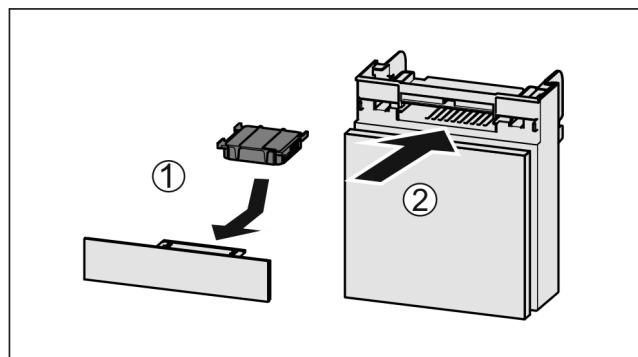

Fig. 149
- Sett inn Fig. 149 (1) aktivkullfilteret etter figuren.
- Skyv inn Fig. 149 (2) hyllen.